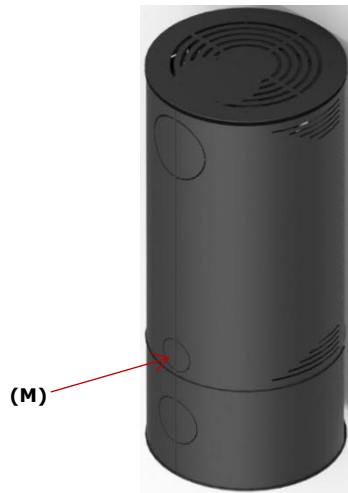

Figure 4 - Vue arrière de l'équipement, section à supprimer pour l'entrée d'air extérieur
S'il se trouve à l'arrière de l'appareil dans la partie inférieure des capots latéraux, comme indiqué sur la Figure 4, vous devez casser les micro-connexions des capots latéraux (M).